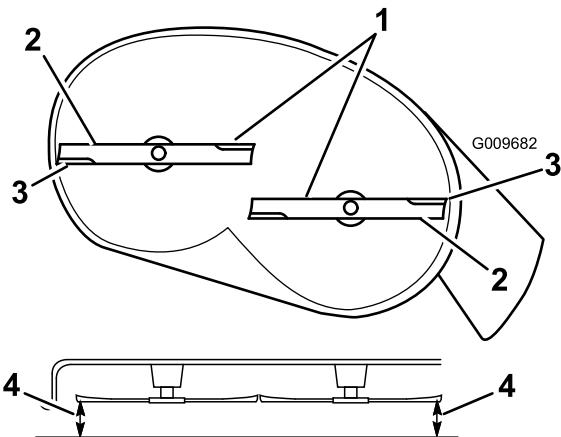
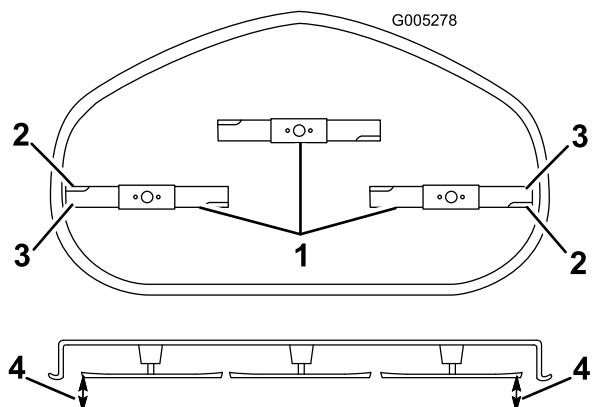

Figura 50
Figura 51
- Gire cuidadosamente las cuchillas hasta que estén todas orientadas lateralmente (Figura 50 y Figura 51).
- Mida entre los bordes de corte exteriores y la superficie plana (Figura 50 y Figura 51). Si hay una diferencia de más de 3/16 pulgada (5 mm) entre ambas dimensiones, se requiere un ajuste; siga con este procedimiento.